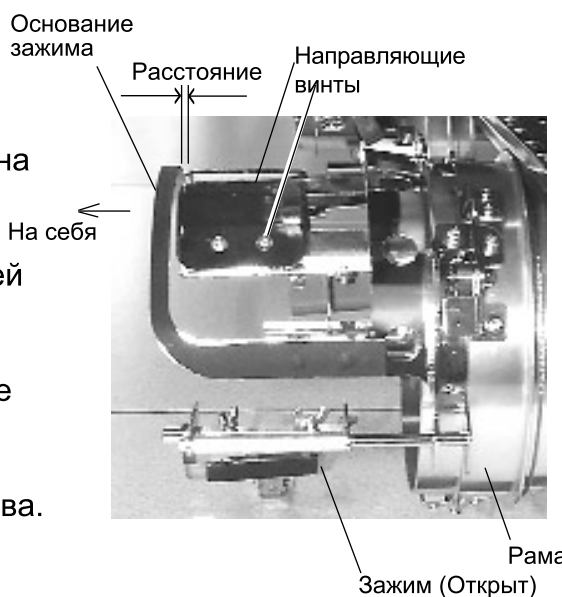

Fig. 4
4. Поместите кепочные пальцы без изделия на привод кепочных пальцев машины. (Пожалуйста, обратитесь к разделу “Заправка головных уборов” на следующей странице для закрепления). В это время отрегулируйте так, чтобы направлятель на приводе кепочных пальцев не ударялся об основание зажима, и зазор был сокращен на сколько это возможно. Для регулировки снимите винты слева и справа. (Рис. 4)